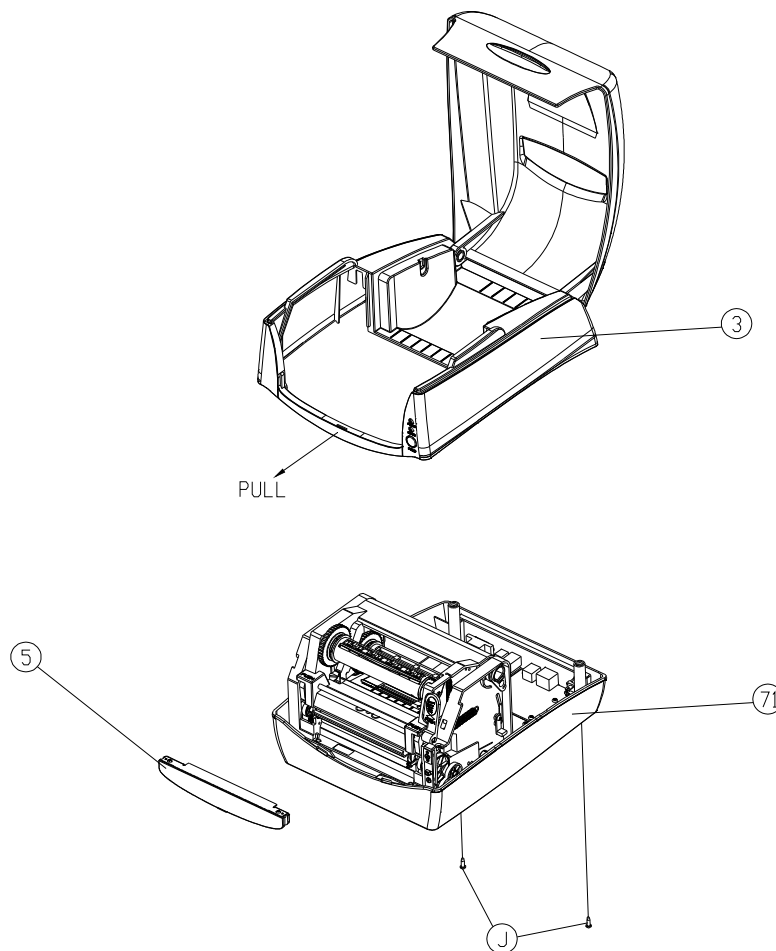

Figura 10.3.1
2. Extraiga los 2 tornillos (J) en la parte inferior de la impresora (71).
3. Tire de la parte delantera de la “Cubierta intermedia” (3) y a continuación extráigala de la parte “Inferior” (71) tal como se muestra en la Figura 10.3.1.
4. Extraiga la “Cubierta intermedia” (3).